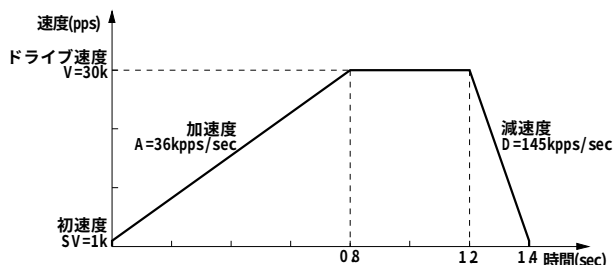
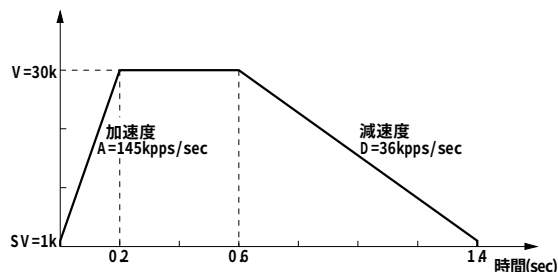

図2.10 非対称直線加減速ドライブ（加速度<減速度）
図2.11 非対称直線加減速ドライブ（加速度>減速度）
本 I C は、このように加速度と減速度の異なる非対称直線加減速の定量ドライブにおいても自動減速させることができます。あらかじめ計算によってマニュアル減速点を設定しておく必要はありません。図2.10は、加速度より減速度が大きい例、図2.11は減速度より加速度が大きい例ですが、このような非対称の直線加減速においても、出力パルス数 P と、各速度パラメータ値から減速開始点を I C 内部で算出します。
- ・ 加速度>減速度（図2.11）の場合、加速度と減速度の比率に次のような条件があります。
- ・ 加速度>減速度（図2.11）の場合、加速度 A と減速度 D の比率が大きくなればなるほど引きずりパルスが多くなります（A/D=10 倍で最大 10 パルス程度）。引きずりパルスが問題になる場合には、初速度を上げる、加速カウンタオフセットにマイナス値をセットする、等で対処します。